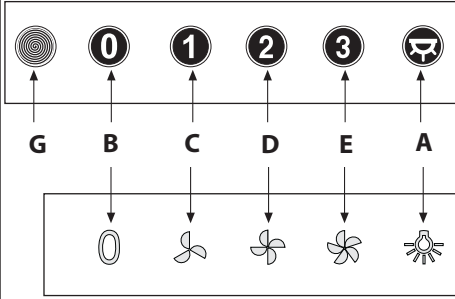

Fig.10
• **Comandi:**(Fig.10) **MECCANICI** la simbologia è di seguito riportata: